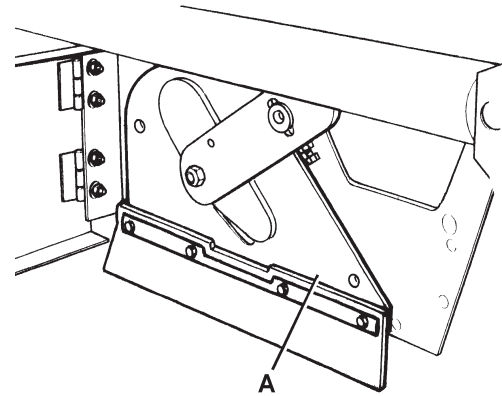
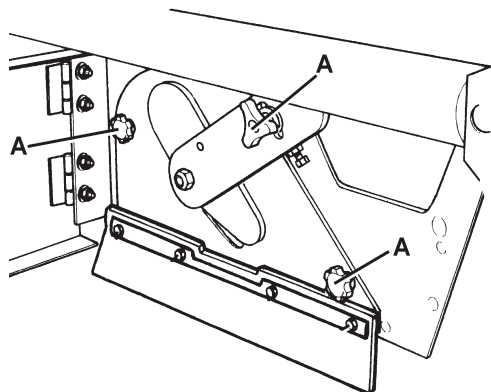

Abbildung 6
Abbildung 5
1. Die Maschine auf einen flachen Boden stellen und die Feststellbremse mittels des Pedals (75) und des Hebels (68) betätigen.
2. Zündschlüssel (69) in Stellung 0 drehen und abziehen.
3. Haltevorrichtung (8) ausrasten und rechte Klappe (7) öffnen.
4. Knöpfe (A, Abb. 5) lösen und abnehmen.
5. Deckel des Hauptkehrwalzenraums (A, Abb. 6) abnehmen.
10. Deckel des Hauptkehrwalzenraums (A, Abb. 6) anbringen und Knöpfe (A, Abb. 5) eindrehen.
11. Rechte Klappe (7) schließen und Haltevorrichtung (8) einrasten.